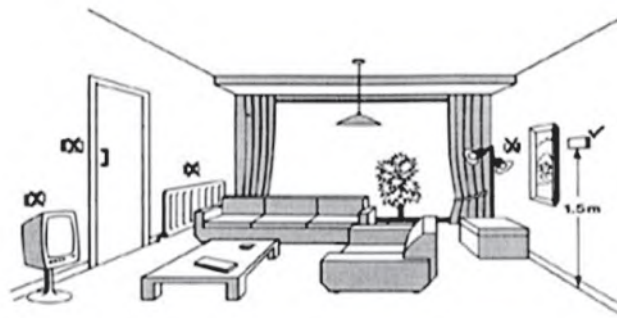

Figure 17 -
5.4.2 Il est préférable d'installer le capteur de température dans les pièces de vie. L'emplacement du capteur selon les recommandations est indiqué sur la Figure 17. Il n'est pas recommandé d'installer le capteur de température à côté de l'équipement climatique, pour éviter les courants d'air. Évitez l'exposition directe au soleil sur le capteur.